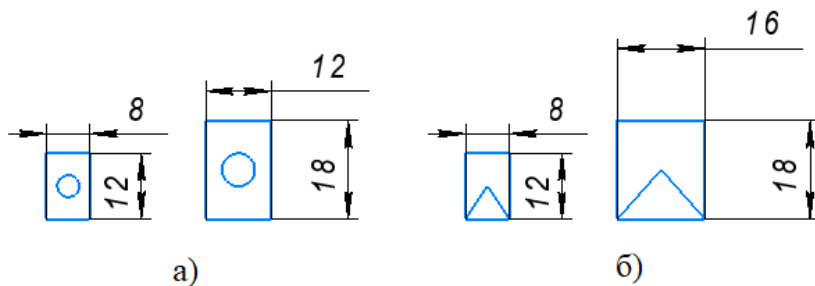

Рисунок 39 – Масштабирование объектов
**Масштабирование объектов** осуществляется с помощью команды «Масштабировать» и позволяет изменить величину выделенных объектов пропорционально масштабным коэффициентам (рисунок 39). Если масштаб
больше единицы – это масштаб увеличения, если меньше – уменьшения. Исходные объекты могут быть удалены или оставлены без изменения. Если среди выделенных объектов нет дуг или окружностей, возможно задание различных коэффициентов масштабирования по осям X и Y (рисунок 39 б). В противном случае масштаб по оси Y будет недоступен (рисунок 39 а).